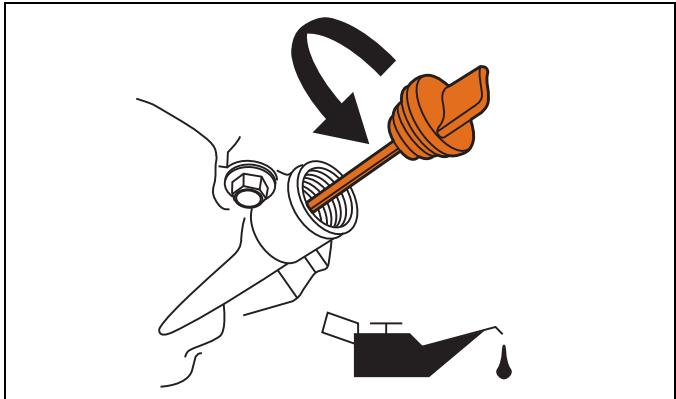

Figure 6-1. Ajout d'huile de moteur
2. Nettoyez la zone entourant l'orifice du réservoir d'huile et retirez le bouchon-jaugeur de l'orifice en l'essuyant (Figure 6-1).
- Retirez le bouchon du réservoir d'huile (Figure 6-1).